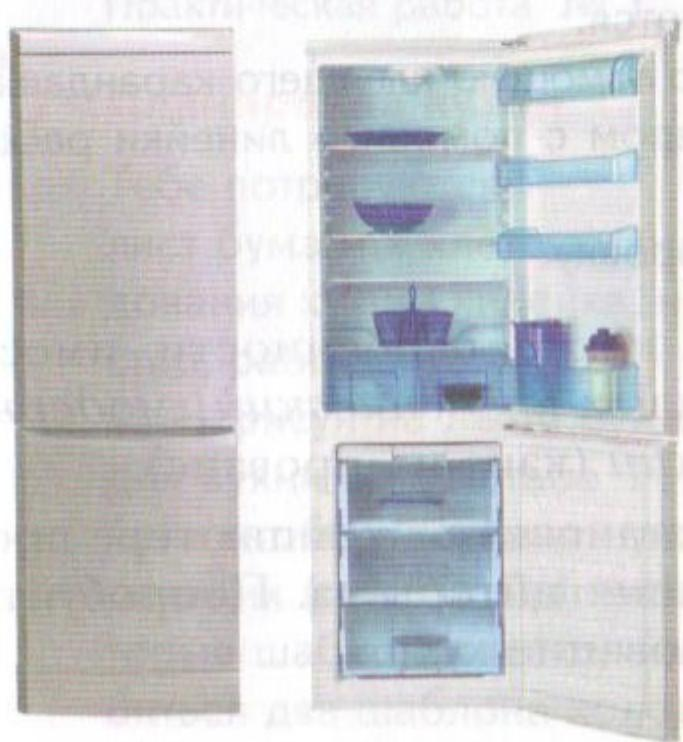

Рис. 6 Двухкамерный холодильник
3. Холодильники-морозильники (двухкамерные приборы), включающие в себя оба компонента (рис. 6).